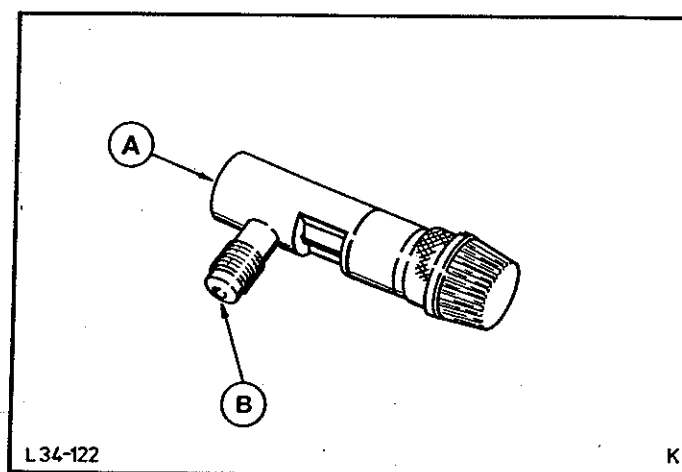

Abb.32 Ventilkernentferner
24. Zum Füllen oder Entleeren der Anlage Ventilkernentferner 403014, Abb.32, verwenden.